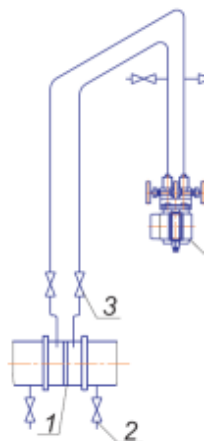

Рисунок 3.5
3.1.4.1 АИР-20/М2-Н монтируются на место эксплуатации в положении, удобном для эксплуатации и обслуживании. В зависимости от параметров контролируемой среды и условий отбора давления АИР-20/М2-Н-ДД устанавливаются в соответствии с рис. 3.5 - 3.8. Следует учитывать, что ориентация преобразователя, особенно с верхним пределом измерений $\pm 0,063$ кПа – ± 10 кПа, может вызвать смещение и необходимость подстройки начального сигнала на величину, зависящую от действующих сил, чувствительности преобразователя и его наклона. При выборе места установки АИР-20/М2-Н необходимо учитывать следующее: